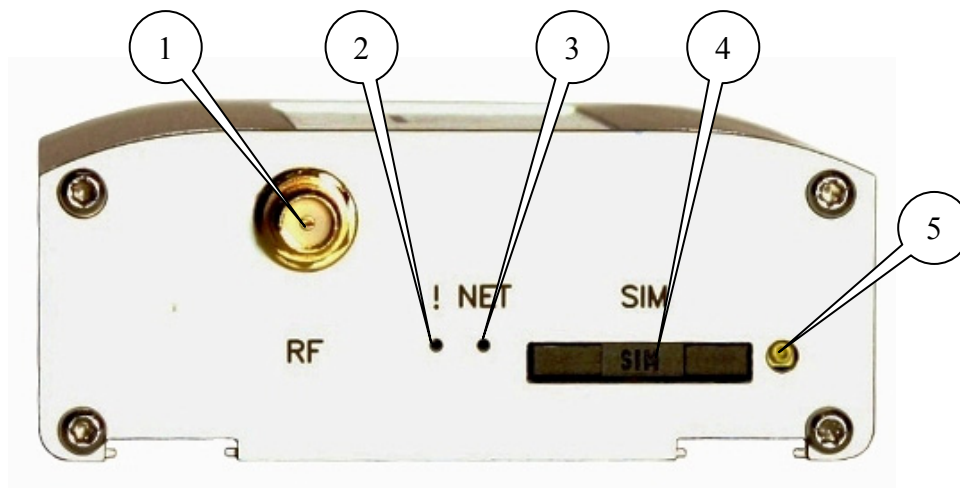
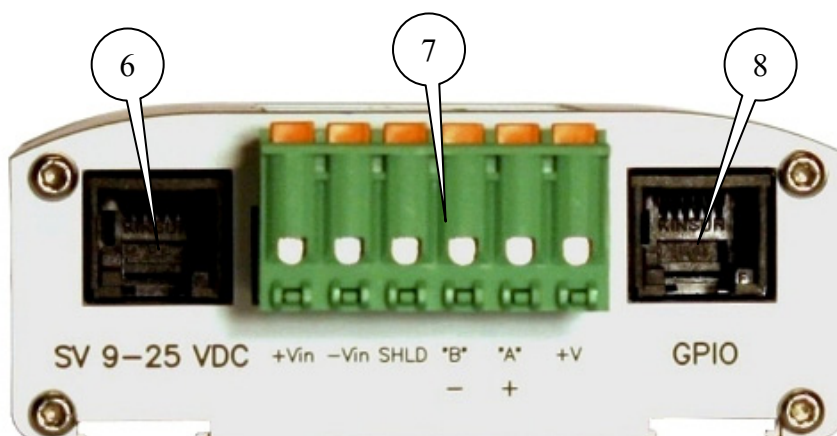

Рис.2.4.1 Вид спереди
Рис.2.4.2 Вид сзади
Модем представляет собой компактное устройство, выполненное в прочном и лёгком алюминиевом корпусе. Внешний вид представлен на рис.2.4.1 и рис.2.4.2.
- достать SIM-лоток, нажав на кнопку извлечения SIM-лотка (рис.2.4.1);